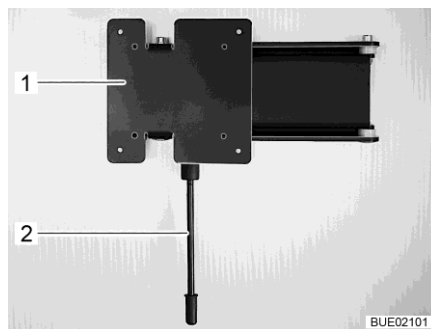

Bild 92 Wandhalterung
- Den Entriegelungshebel (Bild 92,1) nach unten ziehen und die Halterung (Bild 92,2) mit dem Flachbildschirm in die gewünschte Position drehen.